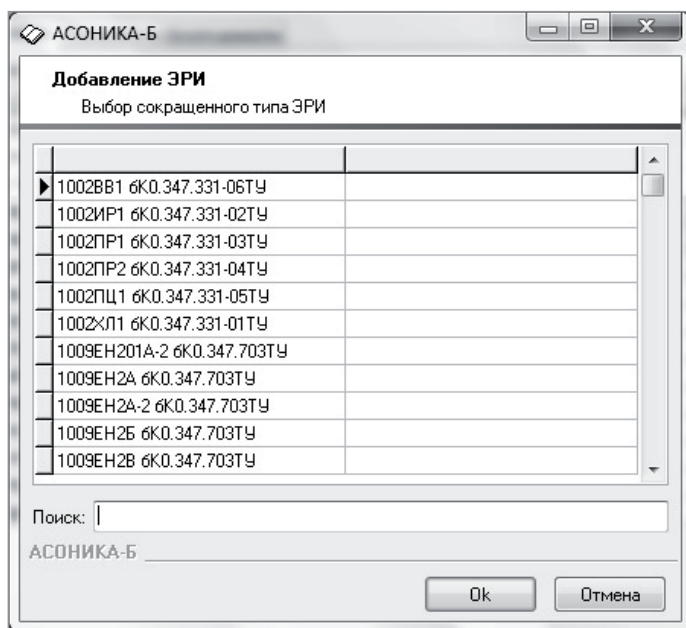

Рис. 15. Диалоговое окно *Выбор сокращенного типа ЭРИ*
**Шаг 3.** В появившемся диалоговом окне укажите сокращенный тип добавляемого ЭРИ и нажмите кнопку *ОК* (рис. 15).